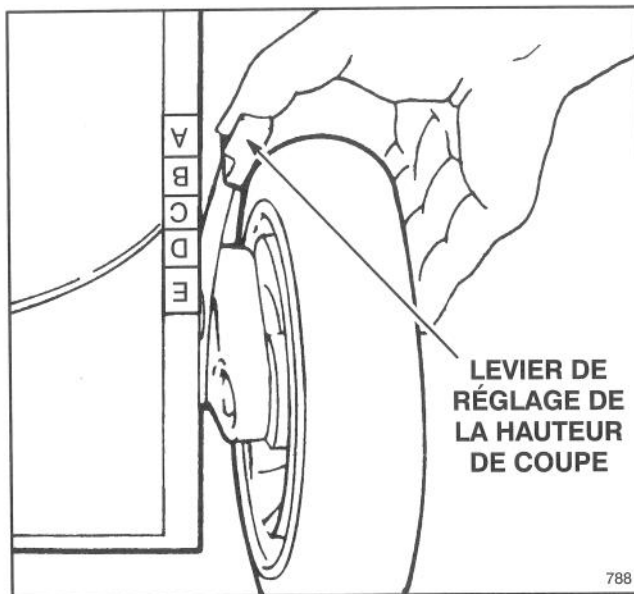

Figure 13
2. Réglez les quatre roues sur la hauteur de coupe "E" (Fig. 13).